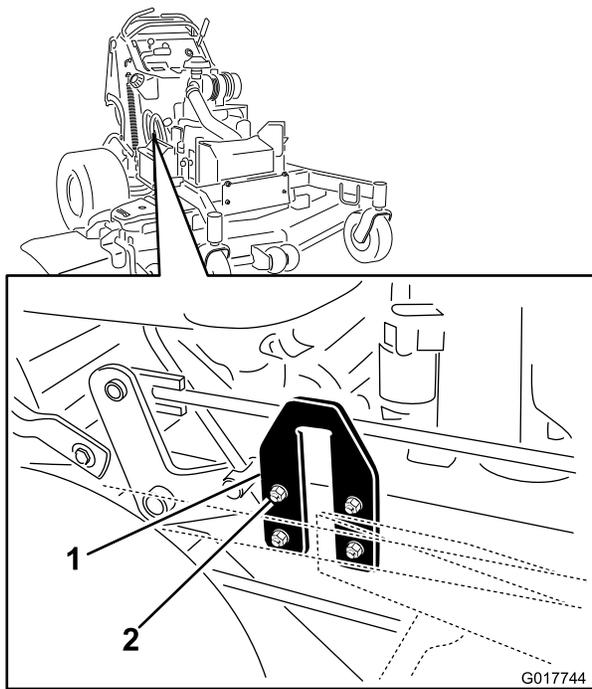

Figura 91
2. Localice las chapas con forma de U en los laterales de la carcasa del motor (Figura 91).
3. Afloje la chapa en un lado y ajústela hacia arriba o hacia abajo hasta que la diferencia entre las medidas **B** y **C** sea de no más de 6 mm (1/4 pulgada) (Figura 91).